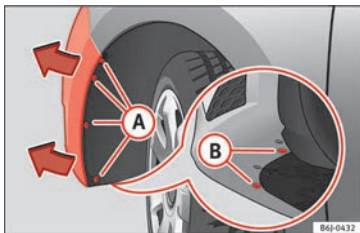

Bild 106 Dimljus: åtkomst till kontaktstycket och till glödlampshållaren.
- Avlägsna de 4 bultarna ① » **bild 106** från insidan av hjulhuset och de 2 nedersta bultarna ② » **bild 106** från stötfångaren med hjälp av en skruvmejsel.